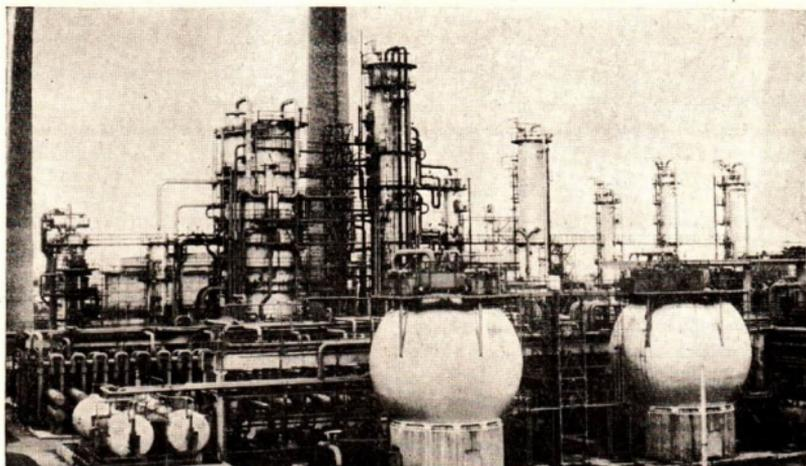
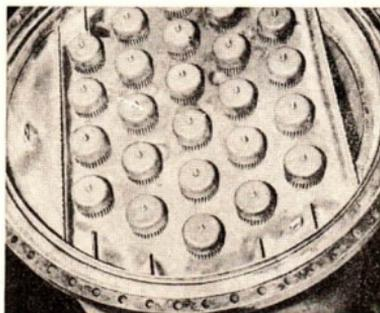

Abb. 17 Fraktioniertürme im VEB Erdölverarbeitungswerk Schwedt
Abb. 18 Glockenböden eines Fraktionierturms
Durchführung der Destillation wird das Erdöl stark erhitzt und dann in einen **Fraktionierturm** (Abb. 17) geleitet, der durch zahlreiche waagerechte **Glockenböden** (Abb. 18 und 19) unterteilt ist. Dort durchströmen die aufsteigenden verdampften Anteile des Erdöls das nach unten fließende **Kondensat**. Dabei werden aus dem Kondensat die leichtsiedenden Anteile verdampft, während aus dem sich abkühlenden Dampf die schwersiedenden Bestandteile durch Verflüssigung (Kondensation) abgetrennt werden. Auf jedem Zwischenboden sammelt sich eine Fraktion. Von bestimmten Zwischenböden werden die Fraktionen in Sammelbehälter abgezogen. ① ②
Die Aufbereitung von Erdöl wird in unserer Republik in erster Linie im VEB Erdölverarbeitungswerk Schwedt (Abb. 17) durchgeführt. Dieser Betrieb liefert neben Kraftstoffen, Heizöl, Schmierölen und anderen Stoffen auch Ausgangsstoffe für die chemische Industrie. Die Anlagen des VEB Erdölverarbeitungswerk Schwedt wurden nach modernen Gesichtspunkten, zum Teil mit Unterstützung der Sowjetunion, errichtet. In den riesigen Tanklagern des Werkes endet die Erdölleitung „Freundschaft“, die das im Gebiet von Kuibyschew gewonnene sowjetische Erdöl in die Volksrepublik Polen, die Tschechoslowakische Sozialistische Republik, die Ungarische Volksrepublik und in die Deutsche Demokratische Republik führt (Abb. 23).